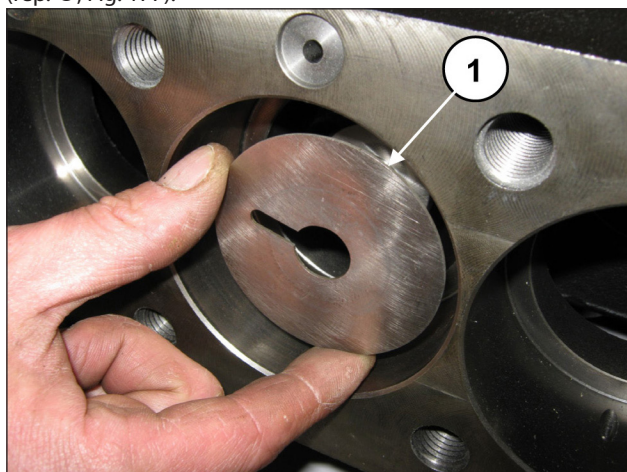

Fig. 177
Dégager les bagues anti-éclaboussures des guides de pistons (rep. ①, Fig. 177).